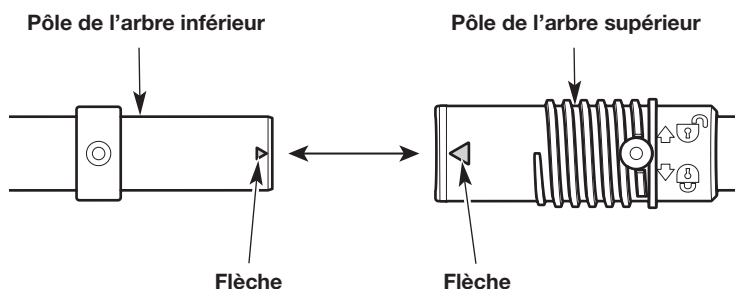

Fig. 1
1. Alignez la flèche sur la tige de la prise inférieure avec la flèche sur la tige de la prise supérieure (Fig. 1).
2. Insérez tige de la perche inférieure dans la tige de la perche supérieure (Fig. 1).
2. Retirez la tige de la perche inférieure de la tige de la perche supérieure (Fig. 1). Un prise ferme peut être nécessaire.